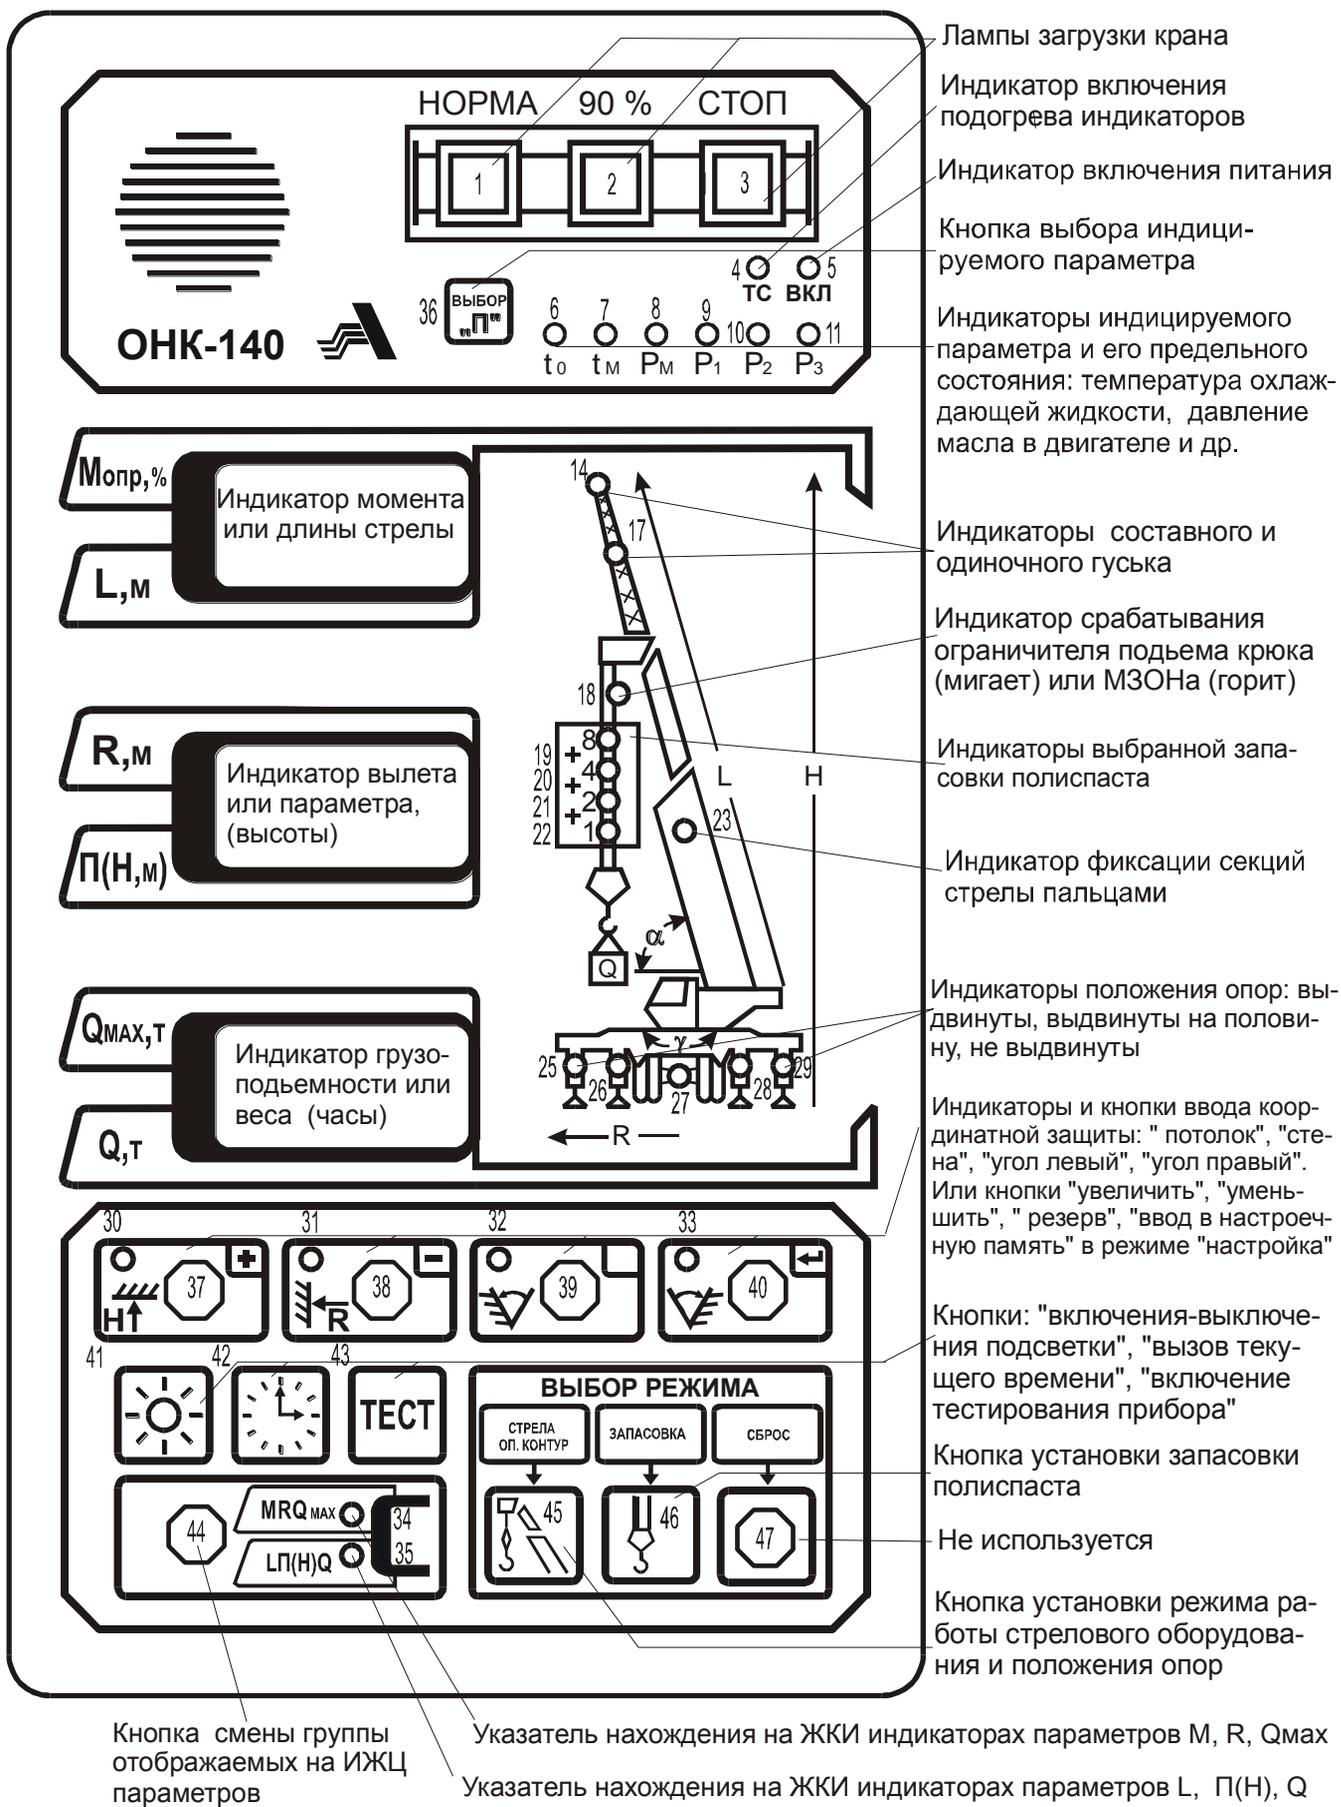

Рисунок 2 - Лицевая панель БОДа
3.2.2 Перед включением прибора необходимо ознакомиться с расположением и назначением элементов индикации и органов управления на передней панели ограничителя (см. рисунок 2 и п. 2.1.4.1).